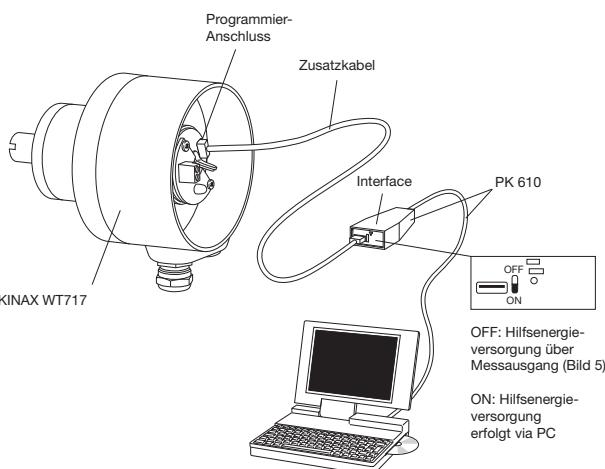
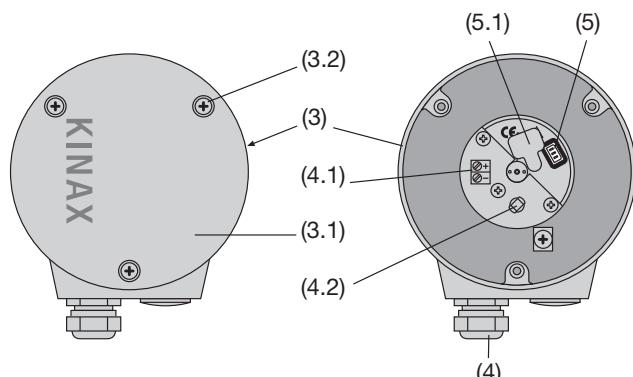

Bild 3. Anschlussschema Programmierung
Bild 4. Rückenteil (3) mit Klemmen (4.1) und Stopfbuchse (4).
1. Deckel (3.1 in Bild 4) entfernen. Durch Abziehen des Gummiverschlusses (5.1) wird der Programmieranschluss (5) zugänglich (siehe Abschnitt "8.1 Leitungen anschliessen"). KINAX WT 717 nach Bild 3 mit der Programmierereinrichtung verbinden. Konfigurations-Software 2W2 starten. Gerät – wenn nötig – mit den gewünschten Messbereichsdaten konfigurieren.
1. Messumformer in Betrieb nehmen und gemäss Bild 3 an Programmiereinrichtung anschliessen (Schalter AUX am PK 610 auf OFF).